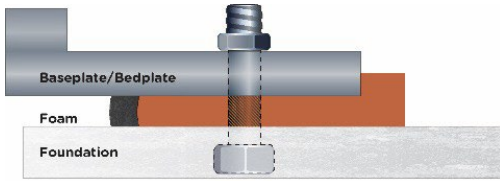

图 6 - 完成修复
- e) 用锤子或木槌小心地敲打模框前部的金属板/木板，将它们拆下。整体修复效果应该如下方图 6 所示。